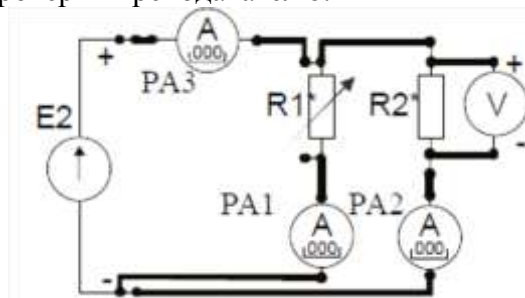

Рисунок 2
4. Собрать электрическую цепь с параллельным соединением резисторов (рис. 2), выбрав элементы цепи и величину напряжения питания в соответствии с заданным вариантом (табл. 2). Представить схему для проверки преподавателю.